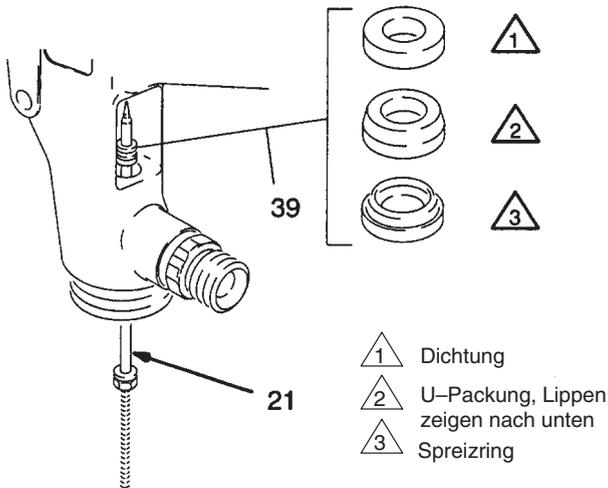

Fig. 6
1. Materialnadel (21) durch das Vorderteil der Pistole einführen, wie in Abb. 6 gezeigt. Neuen Packungssatz (39) einbauen, durch Montage auf das Nadelende. Anordnung der Packungen wie in Abb. 6. gezeigt.